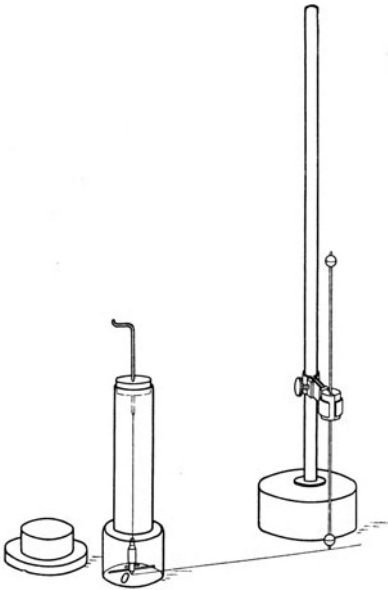

Fig. 147.
k) Klemme mit einem durchgeschnittenen Kork den ROBISONschen Magnet lotrecht so im Halter fest, daß seine Spitze genau auf dem Punkte der Geraden steht, der 10 cm von  $O$  entfernt ist (Fig. 147, S. 218). Liegt der Punkt südlich vom Magnetometer, so setzt man den Nordpol des Magnets aufs Papier, damit die magnetische Kraft, die der Pol ausübt, die gleiche Richtung wie die Erdkraft hat. Bestimme zwei- bis dreimal aus der Zeit von 30 kleinen Schwingungen die Schwingungszahl der Magnetnadel und bilde aus den Ergebnissen den Mittelwert  $n$ .